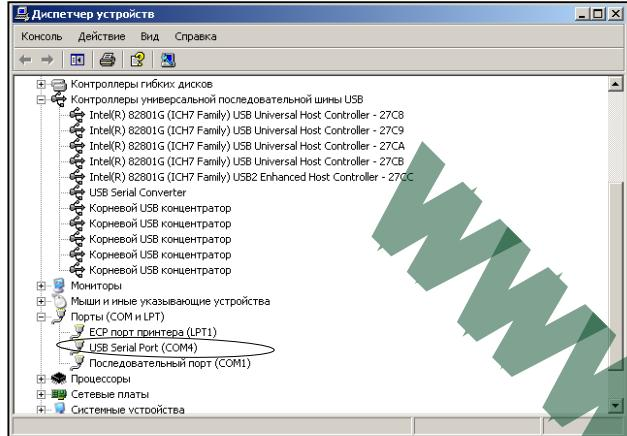

Рис. 3.15
- Настройки адаптера можно посмотреть в Диспетчере устройств. (Пуск/ Панель управления/ Система/ Оборудование/ Диспетчер устройств). Рис. 3.15.